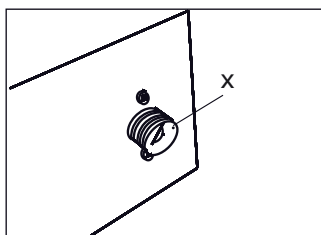

Fig. 4
• Brancher le tuyau d'alimentation de l'eau au raccord G 3/4" du four (**X- Fig. 4**).